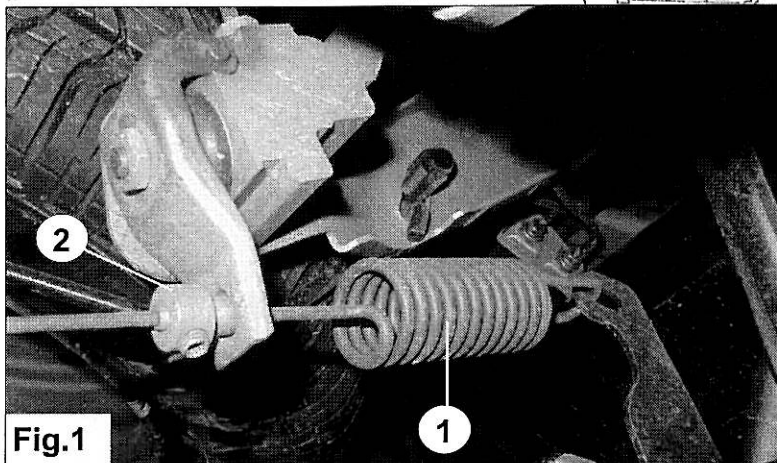

Fig.1
1. Dismount the LSV spring 1. See Fig.1.
1. Démontez le CFA du ressort 1. Voir fig. 1.
1. Desmonte el muelle de válvula reguladora de freno 1 (LAR). Véase fig. 1.